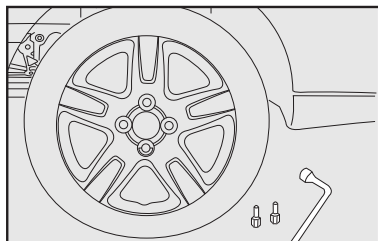

fig. 15
10) Apertar os parafusos utilizando a chave de roda específica fig. 15.